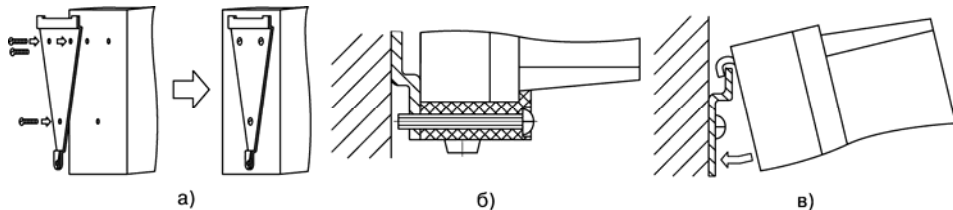

Рисунок 5.1
- 1) Закрепить кронштейн тремя винтами³ М4 на поверхности, предназначенной для установки прибора (см. приложение Д и рисунок 5.1, а).
- 2) Зацепить крепежный уголок на задней стенке прибора за верхнюю кромку кронштейна (рисунок 5.1, б)
- 3) Прикрепить прибор к кронштейну винтом М4х35 из комплекта поставки (рисунок 5.1, в).